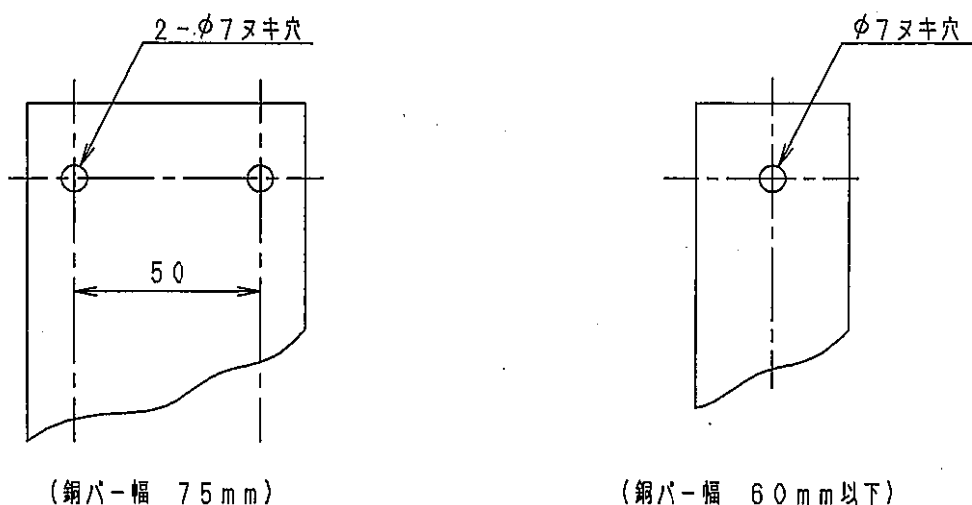

図 2 銅バー取付穴寸法図
- (2) 銅バーの取付は、銅バーにφ7の穴加工を施し、付属のネジM6×15、平座金φ6パネ座金φ6で締つけて下さい。(図2参照)